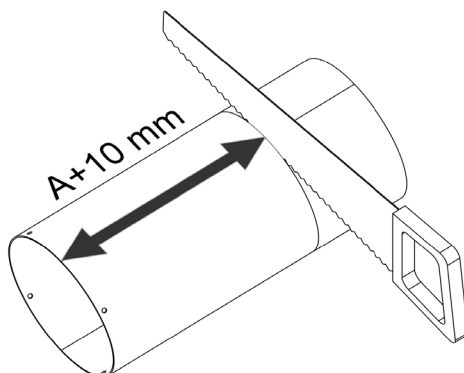

Figure 8 - Raccourcissement du tube de Ø 250 mm
Sciez le tube de Ø 250 mm (4) à la longueur  $A + 10$  mm, mesurée à partir de l'extrémité comportant les quatre trous (voir Figure 8 ci-dessous).